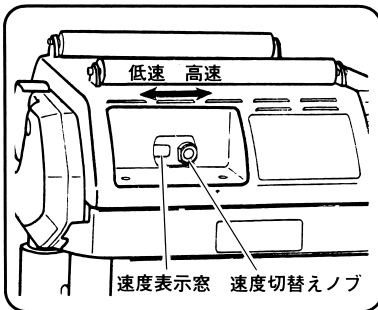

図 12
- (1) 送材速度は仕上げ面の程度，木材の材質，また，切削幅，切込み量（15 ページ「2. 切込み量の確認」の項参照）に応じて選定してください。
- (2) 送材速度は切替えノブを左右に移動させて，低速または高速に切替えます。切替えノブを左に移動すると，速度表示窓に「低速」が表示され，送材ローラの回転は遅くなり，右に移動すると「高速」が表示され，送材ローラの回転が速くなります。（図 12）